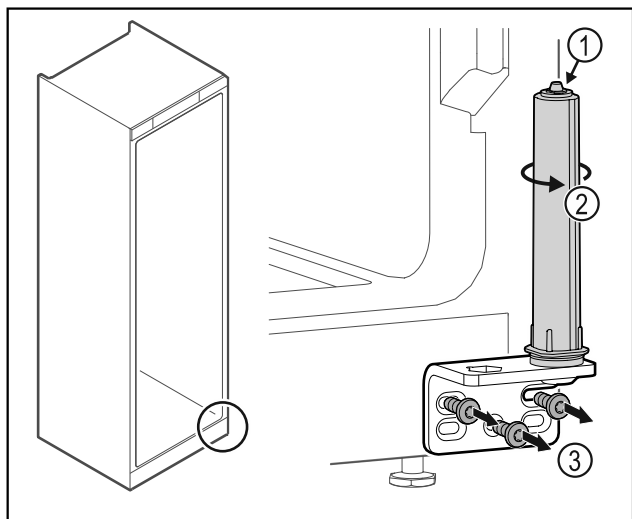

Fig. 37
- Ta inte isär dörrlåssystemet Fig. 37 (1).
- ▶ Vrid låssystemet Fig. 37 (2) tills det klickar.
- ▶ Skruva av gångjärnsfästet Fig. 37 (3).